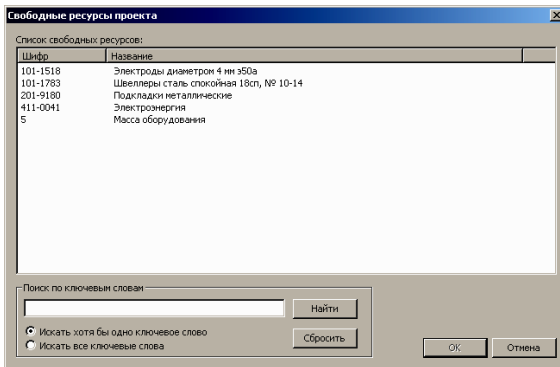

Рис. 3.8. Диалоговое окно «Свободные ресурсы проекта».
1. В открывшемся диалоговом окне «*Свободные ресурсы проекта*» (Рис. 3.8) выберите нужный ресурс.